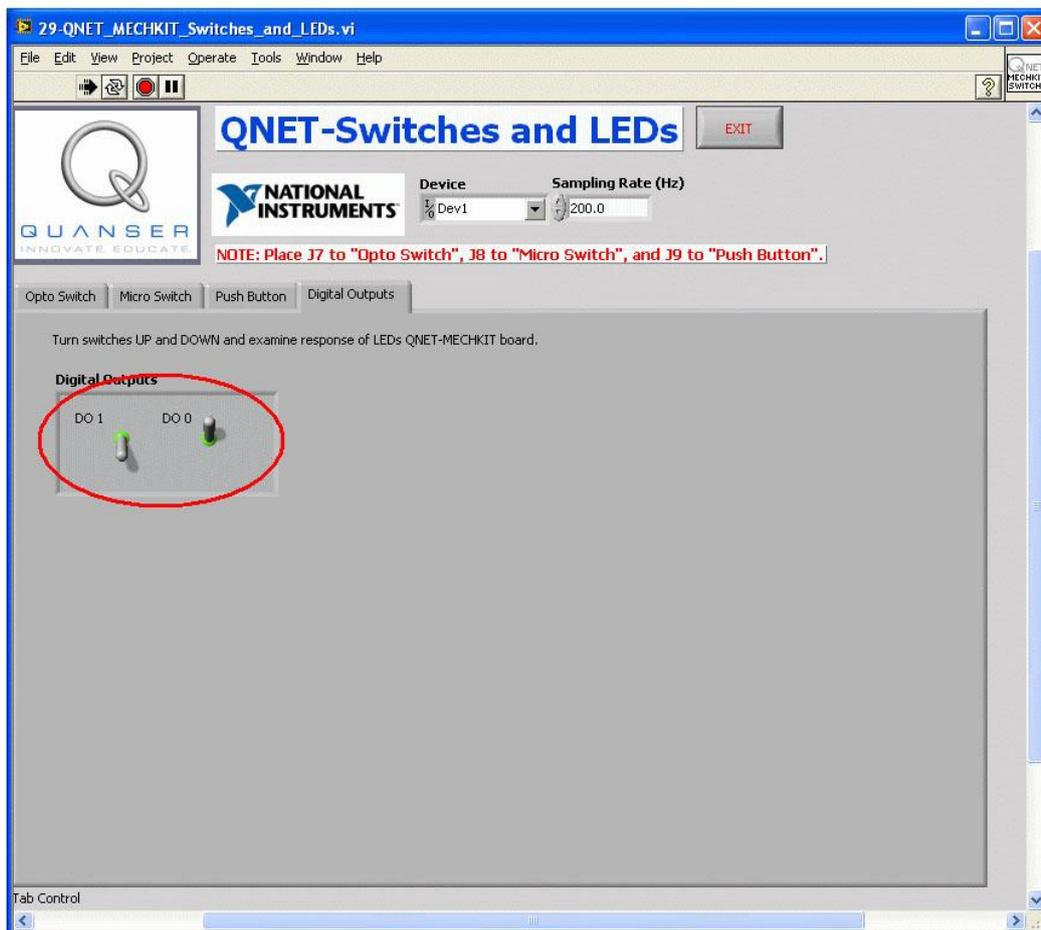

Рис. 58. Установка состояний линий цифрового вывода
2. Изменяйте положение переключателей DO 1 и DO 0 вверх/вниз и наблюдайте, как на это реагируют на светодиоды, расположенные на плате (рисунок 58).